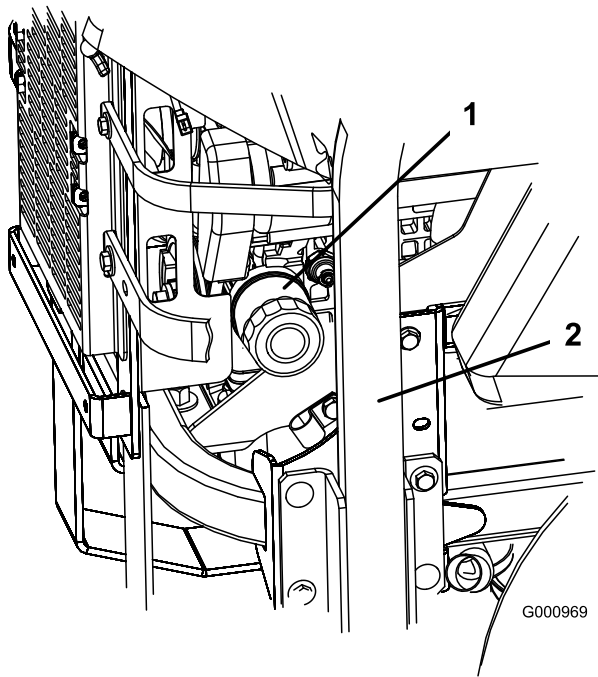
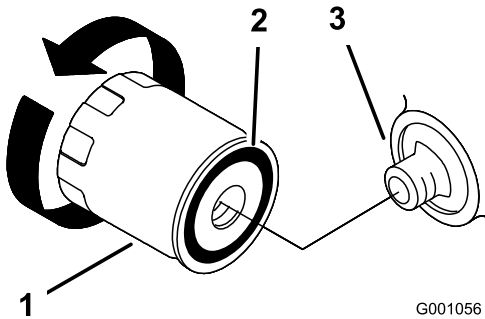

Figura 45
Figura 46
3. Gire el filtro en el sentido contrario a las agujas del reloj para retirarlo (Figura 45 y Figura 46).